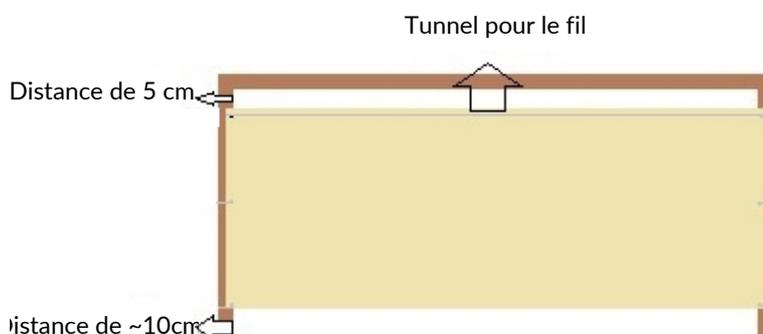

Fig. 2 Mode de montage de la courtine proposé (finition tunnel haut et œillets côtés)
2. Définir la hauteur à laquelle il faut installer le fil supérieur - au mieux à env. 5 cm sous la poutre supérieure de la charpente sur laquelle il est fixé (fig.2).